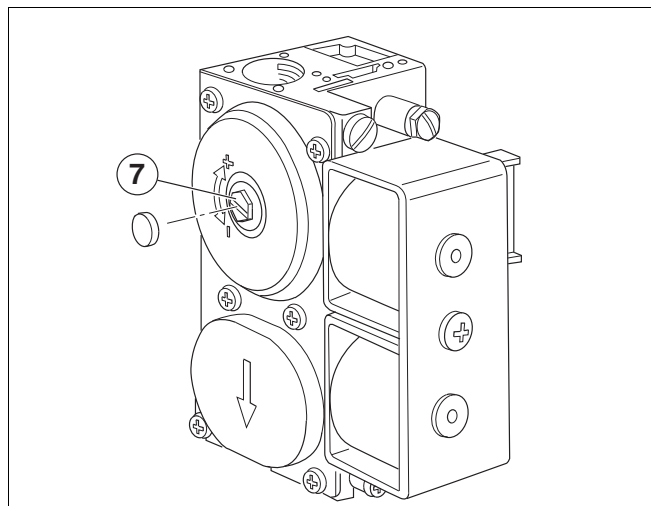
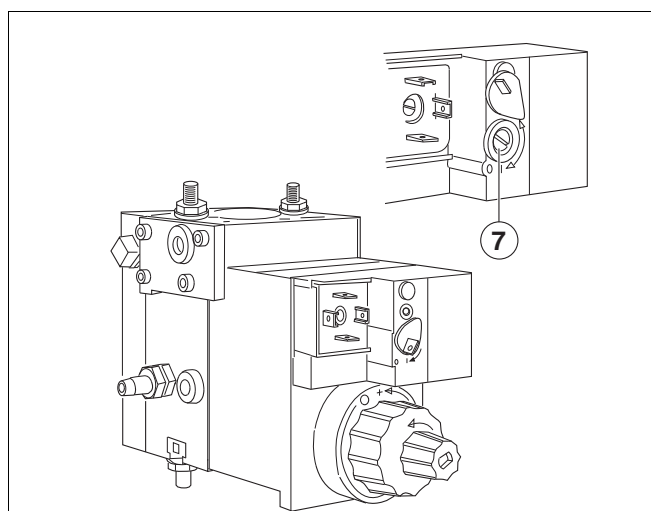

Рис. 6 Газовая арматура SIT 830 Tandem
Рис. 8 Газовая арматура DUNGS MBDLE
- Удалите защитный винт или колпачок с регулировочного винта (рис. 6 - 7); у Dungs MBDLE отведите заглушку в сторону (рис. 8).
- Отрегулируйте давление на форсунке вращением регулировочного винта в сторону плюс или минус (рис. 6 - 8).